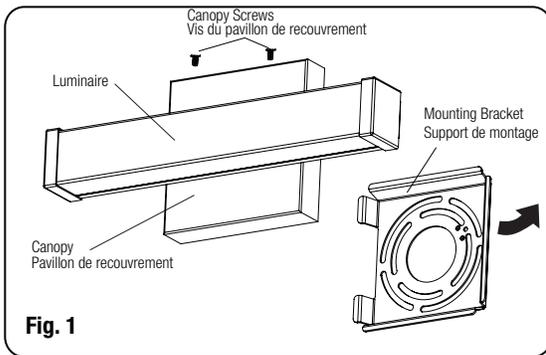

Fig. 1
2. Unscrew the canopy screws (Fig. 1).
3. Remove the mounting bracket from the luminaire. Do not remove any other parts (Fig. 1).
2. Dévisser les vis du pavillon de recouvrement (Fig. 1).
3. Retirer le support de montage du luminaire. N'enlevez aucune autre pièce (Fig. 1).